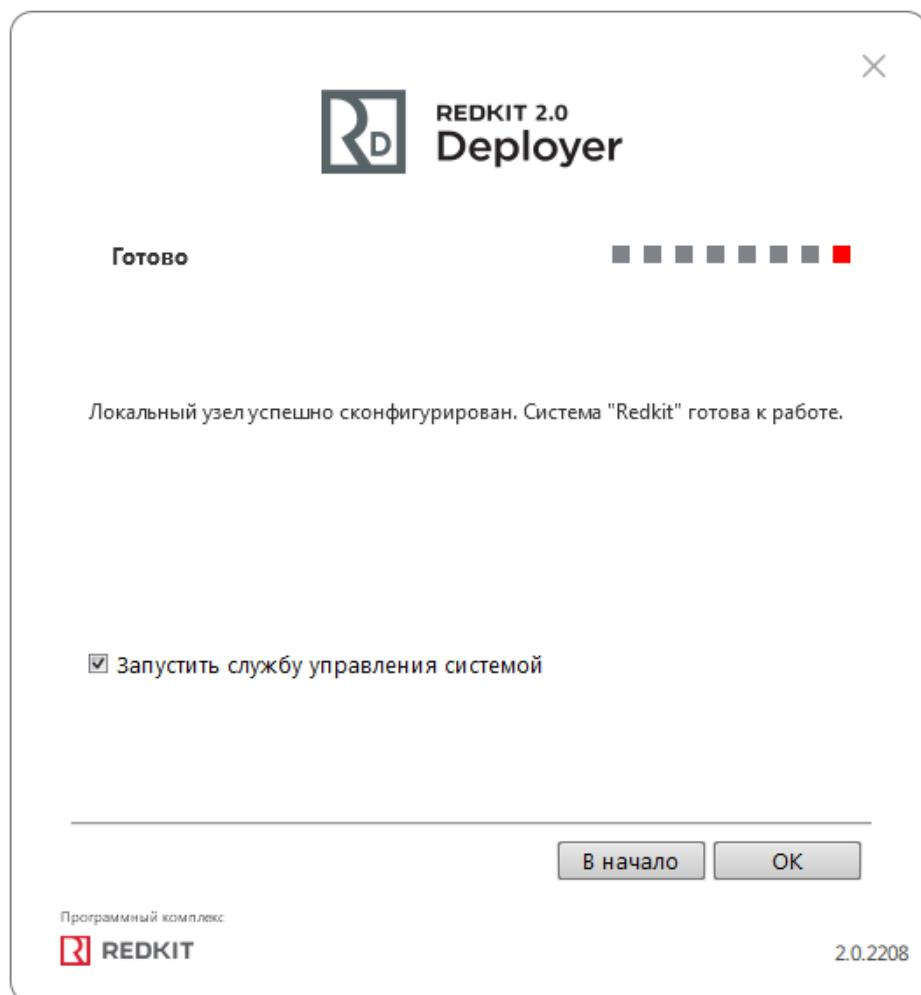

Рисунок 26 - Завершение конфигурирования
17. Заполните чекбокс у команды **Запустить службу управления системой** и нажмите **OK** (Рисунок 26). Если ранее уже была установлена система, то сначала появится окно сохранения текущей конфигурации: выполните действия в нем согласно разделу Сохранение текущей конфигурации.